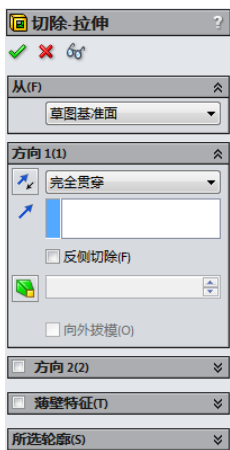

图 6-101 “切除-拉伸”属性管理器
**29** 拉伸切除实体。在菜单栏中选择“插入”→“切除”→“拉伸”命令，或者单击“特征”工具栏中的“切除-拉伸”图标按钮，此时系统弹出如图 6-101 所示的“切除-拉伸”属性管理器。在“终止条件”一栏的下拉菜单中，选择“完全贯穿”选项，注意拉伸切除的方向。单击属性管理器中的“确定”图标按钮，完成拉伸切除实体。